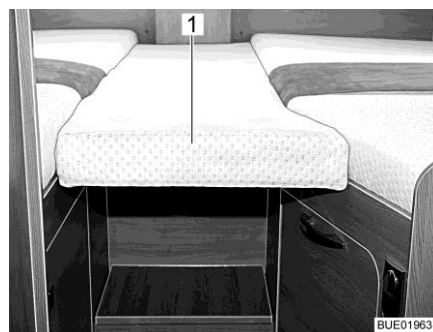
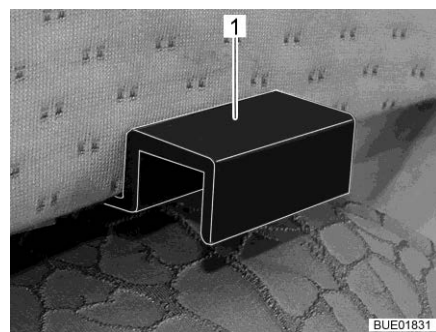

Fig. 172 Cojín adicional
Fig. 173 Soporte, cojín adicional
- Enganchar el cojín adicional (Fig. 172,1) con los soportes (Fig. 173,1) en los paneles de las camas individuales, de tal modo que se forme una superficie de descanso ininterrumpida.